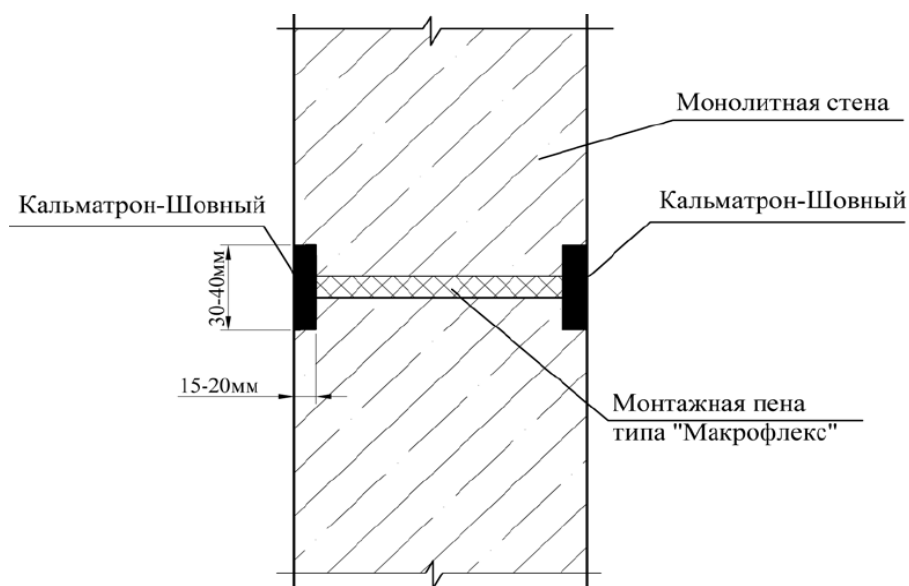

Рис. 2.1.6 Узел заделки трубок из-под опалубки
3. Опалубочные трубки должны быть вскрыты буром большего диаметра с помощью перфоратора с двух сторон на глубину до 20 мм. И зачеканены с двух сторон составом КАЛЬМАТРОН-ШОВНЫЙ (см. рис. 2.1.6)
Опалубочные трубки должны быть вскрыты буром большего диаметра с помощью перфоратора с двух сторон на глубину до 20 мм. Сами трубки должны быть заполнены не на всю глубину монтажной пеной, типа Макрофлекс. И зачеканены с двух сторон составом КАЛЬМАТРОН-ШОВНЫЙ заподлицо (см. рис. 2.1.6) .